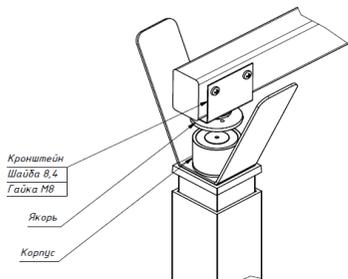
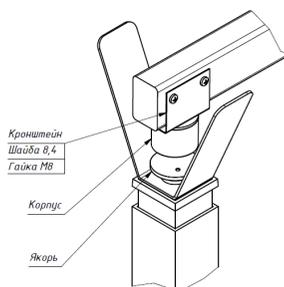

Рисунок 3- Крепление якоря на стрелу
Рисунок 4- Крепление якоря на опору
4.2 Срабатывание замка происходит при механическом контакте рабочих поверхностей корпуса и якоря после подачи напряжения питания. Возможны два способа установки корпуса и якоря на шлагбаум (рисунок 3 и рисунок 4).